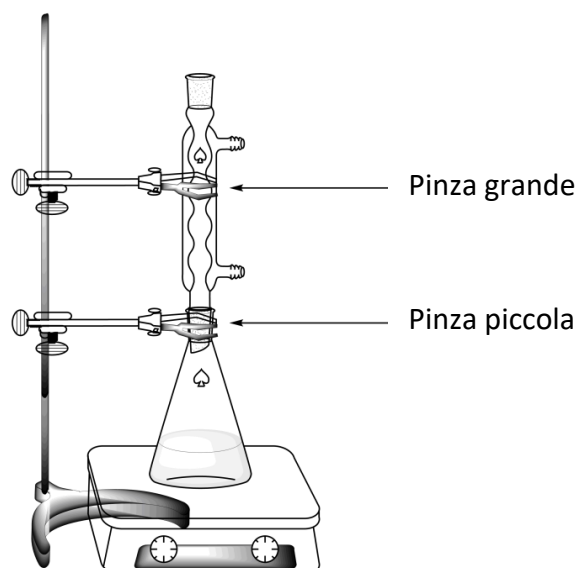

Figura 1. Schema per riscaldare la miscela di reazione sotto riflusso
- Connetti** il condensatore a riflusso alla beuta allargando la pinza grande in modo da aggiustare bene la connessione (Figura 1). **Alza** la tua “HELP card”. Un assistente di laboratorio verrà per aprire il rubinetto dell’acqua e accendere la piastra riscaldante.
2. **Fai** la ricristallizzazione del prodotto grezzo contenuto nella beuta smerigliata da 50 mL facendo attenzione ad utilizzare un’opportuna quantità di questa soluzione acqua/etanolo, usando lo stesso schema utilizzato per il riscaldamento a riflusso (Figura 1). **Alza** la tua “HELP” card. Un assistente di laboratorio verrà per aprire il rubinetto dell’acqua e accendere la piastra riscaldante. **Aggiungi** il solvente dalla parte alta del condensatore, se necessario.